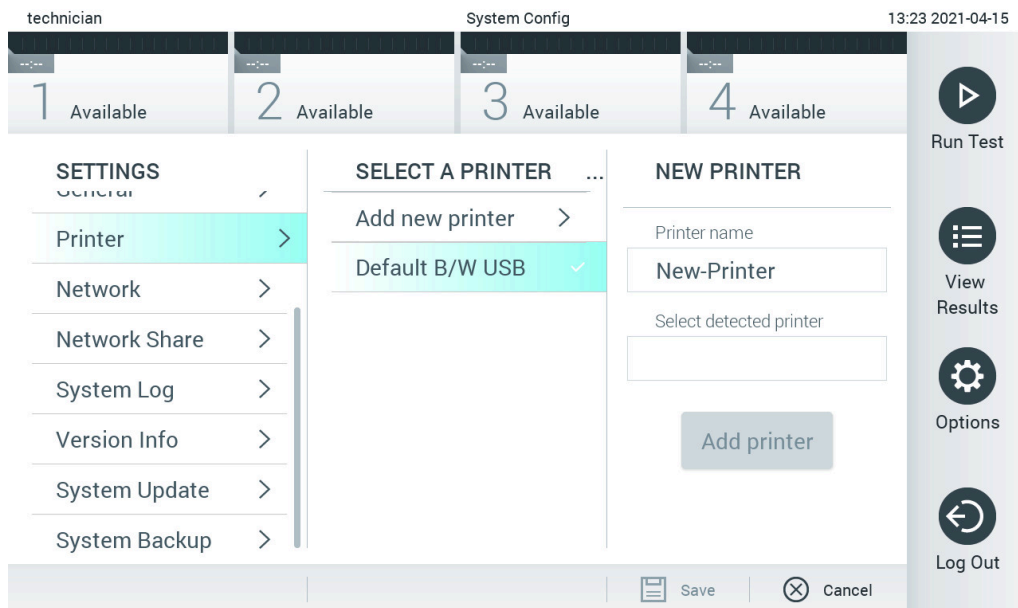

Bild 101. Skrivarinstallation med drivrutinsinstallation
5. Klicka på **Add Printer** (Lägg till skrivare) (bild 101).